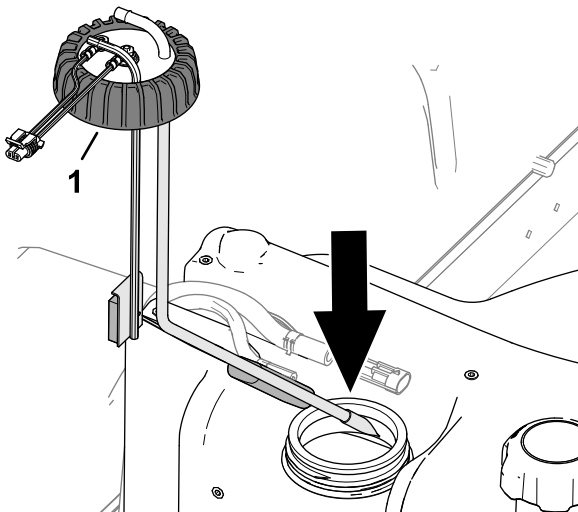

Bild 93
2. Setzen Sie das Kraftstoffaufnahmerohr und den Schwimmer vorsichtig in den Kraftstofftank (Bild 93).